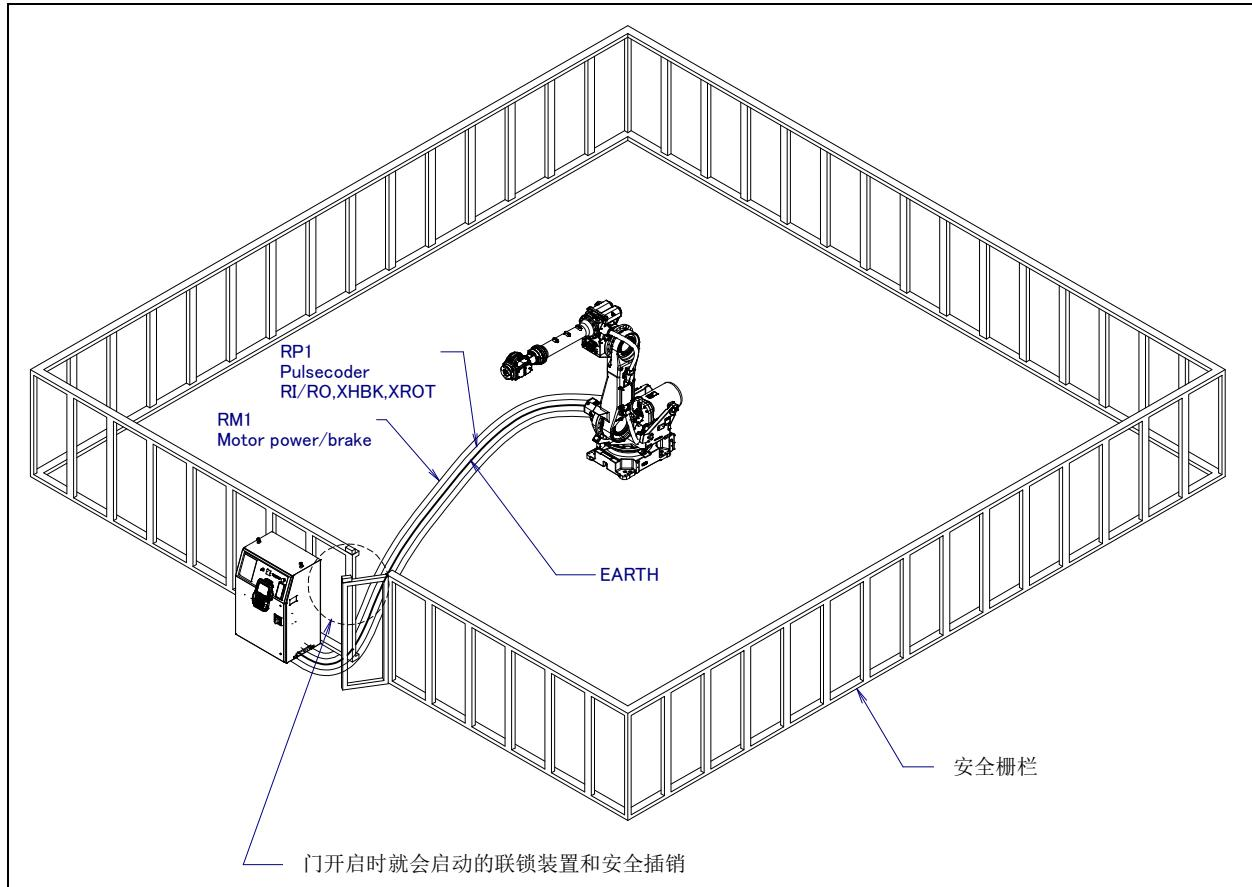

图 3 (a) 安全栅栏和安全门
- (14) 在使机器人操作时，务必在确认安全栅栏内没有人员后再进行操作。同时，检查是否存在潜在的危险，当确认存在潜在危险时，务必排除危险之后再进行操作。
- (15) 不要在下面所示的情形下使用机器人。否则，不仅会给机器人和外围设备造成不良影响，而且还可能导致使用者受重伤。
- (16) 在连接与停相关的外围设备(安全栅栏等)和机器人的各类信号(外部急停、栅栏等)时，务必确认停的动作，以避免错误连接。
- (17) 有关架台的准备，按照图 3 (c)，在安装或者维修作业时，请十分注意高地作业的安全。应考虑脚手架和安全皮带安装位置的确保。